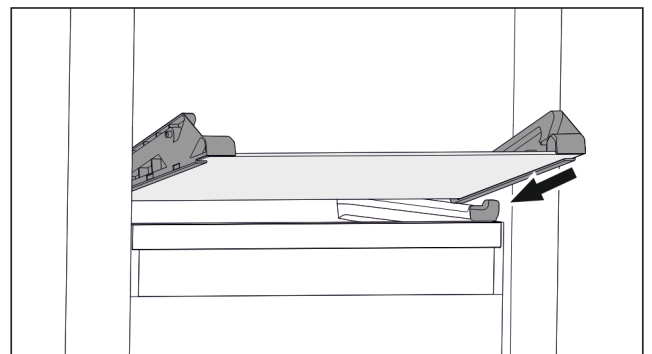

Fig. 71 Glasplatte des abklippbaren Schubfachs
- ▶ Glasplatte schräg hinter den Stopperrahmen aufsetzen. (siehe Fig. 71)